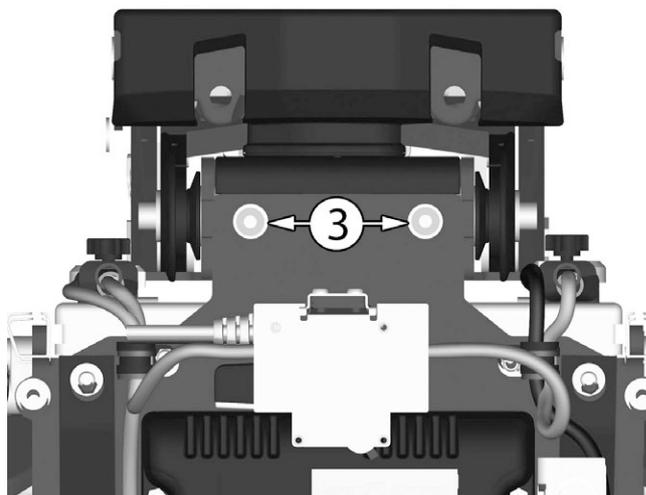

Abbildung 79. Die beiden Schrauben, die die AP Sitzhöhenverstellung an der Hinterkante halten.
2. Die beiden Schrauben (3) montieren, die die AP Sitzhöhenverstellung an der Hinterkante halten. Siehe Abbildung. 79.